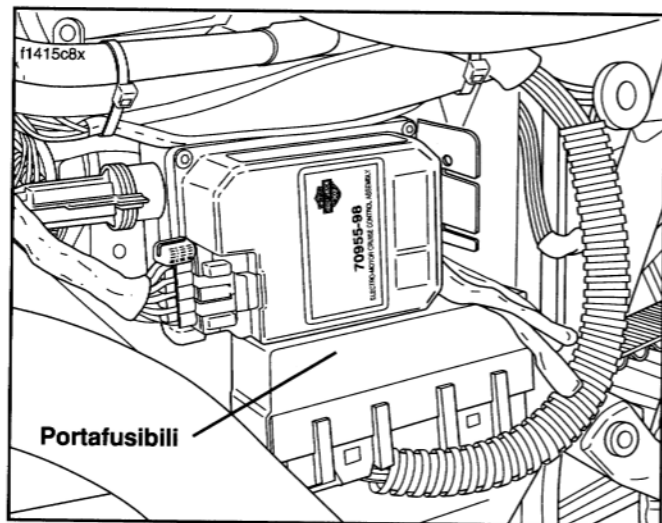

Figura 49. Coperchio del lato sinistro rimosso – FLHTCU
3. Tirare delicatamente il coperchio della trave discendente del telaio (nessuno strumento necessario). I fusibili della radio sono situati nel portafusibili, i fusibili della CB/citofonia sono nella valvoliera. Vedere la figura 49.